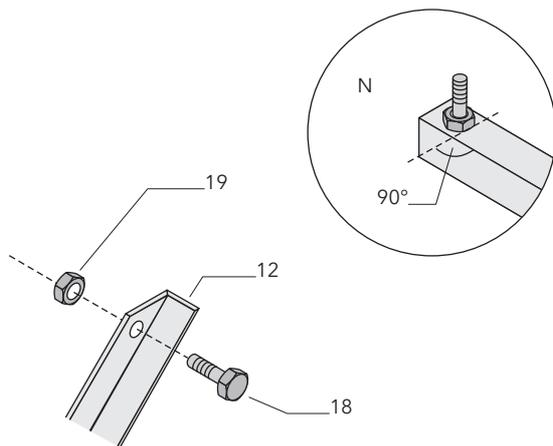
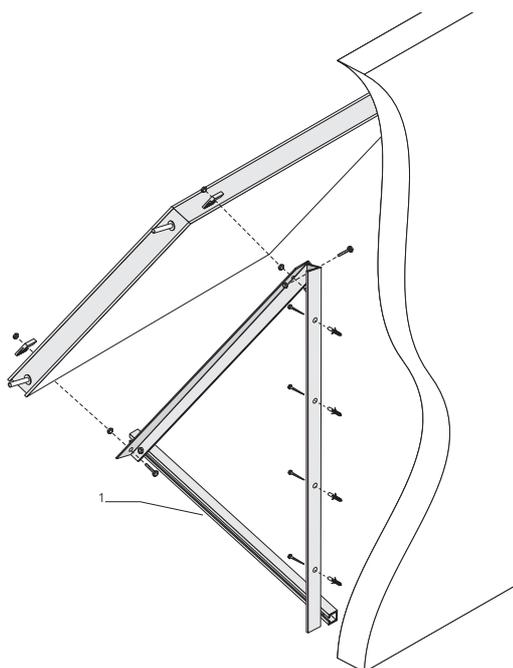

Bild 13 Kollektorprofile vorbereiten
Bild 18 Fassadenmontage
● **Ebene B: Haltedreiecke montieren (Bild 13 bis 16)**
An den beiden Kollektorwinkelprofilen (12) nach Bild 13 jeweils an den Enden Schrauben (18) zur späteren Befestigung des Kollektors montieren. Die Muttern wie in Bild 13 gezeigt ausrichten.
Zur Befestigung des Kollektors muss das Bodenwinkelprofil (1) wie in Bild 18 gezeigt senkrecht an der Wand befestigt werden. Alle weiteren Arbeitsschritte sind entsprechend den Anweisungen zu Bild 13 bis 17 auszuführen.